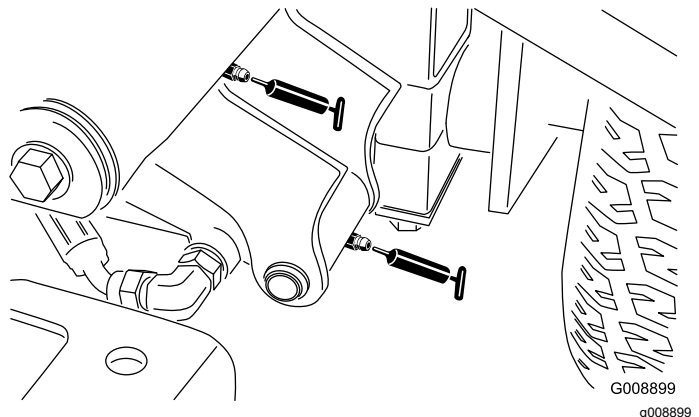

Figure 61
- Pivot de bras de levage avant gauche et vérin de levage (2) (Figure 61)